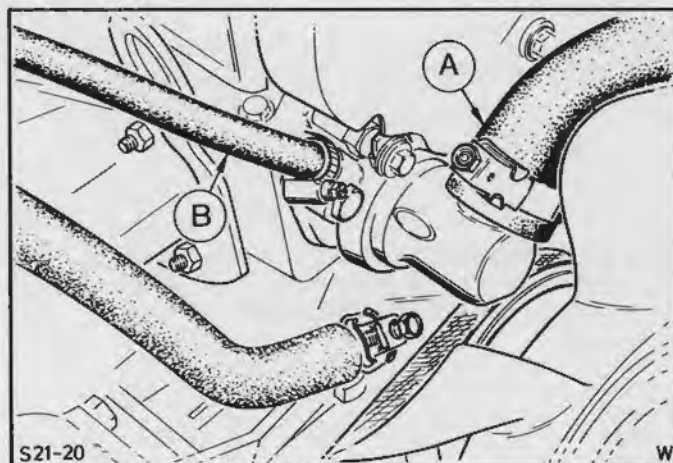

Fig.79. A - Øverste kølerslange
4. Afmonter øverste kølerslange og slangen til ekspansionsbeholderen fra vandafgangsstudslen, Fig.79.